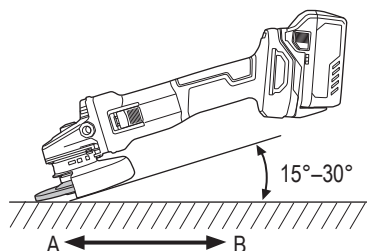

Fig. 18
- (2) Utilice el ángulo de amoladura apropiado. Realice la operación de amoladura con el borde de la rueda levantando la amoladora de 15 a 30°, como se muestra en la Fig. 18.
- (3) Mueva la amoladora en el sentido apropiado. Cuando utilice una rueda de disco abombado nueva en el sentido A (Fig. 18), el borde de la rueda puede cortar la pieza de trabajo. En este caso, realice la operación de amoladura en el sentido B (Fig. 18). Cuando se haya gastado el borde de la rueda, la pieza de trabajo podrá amolarse en ambos sentidos.